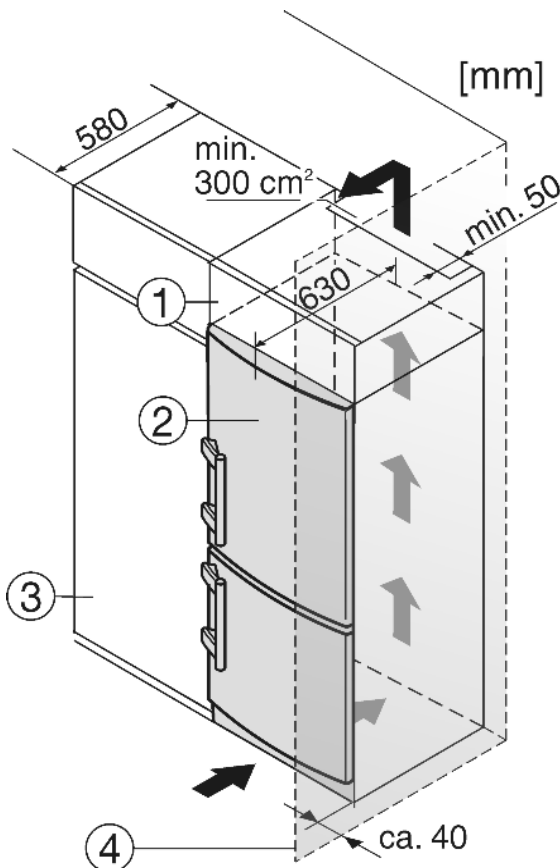

Fig. 13
- (1) Opbouwkast
- (2) Apparaat
- (3) Keukenkast
- (4) Wand
Het apparaat *Fig. 13 (2)* kan worden ingebouwd in de keuken. Om het apparaat aan de hoogte van het keukenblok aan te passen, kunt u er een passende opbouwkast *Fig. 13 (1)* op plaatsen.
Bij ombouw met keukenkasten (max. diepte 580 mm) kan het apparaat direct naast de keukenkast *Fig. 13 (3)* worden opgesteld. De apparaatdeur springt opzij 34 mm en in het midden van het apparaat 50 mm uit ten opzichte van het keukenkastfront. Hierdoor is de deur zonder problemen te openen en sluiten.
Plaats u het apparaat met de scharnierkant naast een muur *Fig. 13 (4)*, dan moet de afstand tussen apparaat en muur minstens 40 mm bedragen. Dit in verband met het uitsteken van de deurgreep bij een geopende deur.